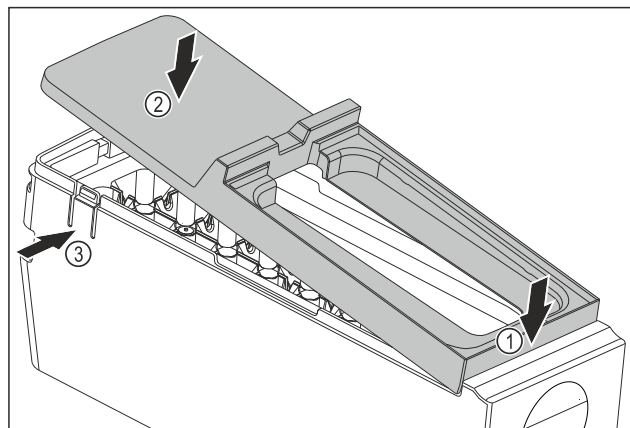

Fig. 115
- ▶ Montirajte pokrov glavnega dela EasyTwist-Ice: Pokrov spredaj namestite. Fig. 115 (1)
- ▶ Pokrov zadaj spustite. Fig. 115 (2)
- ▷ Pokrov se slišno zaskoči v obe sponi Fig. 115 (3).